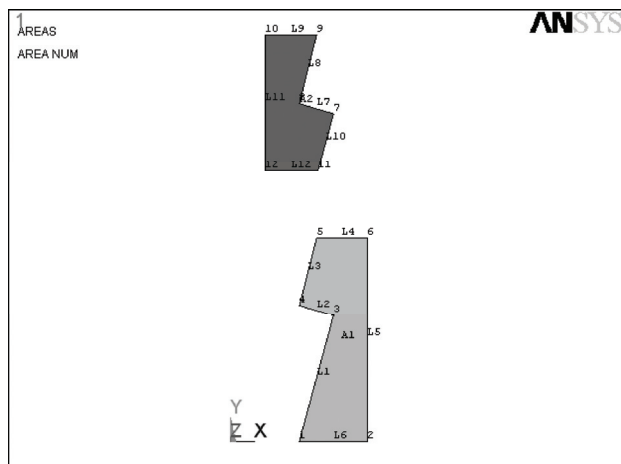

图 5-178 生成的几何模型结果显示
17) 选择 Utility Menu | Plot | Areas 命令, ANSYS 显示窗口将显示如图 5-178 所示的几何模型。